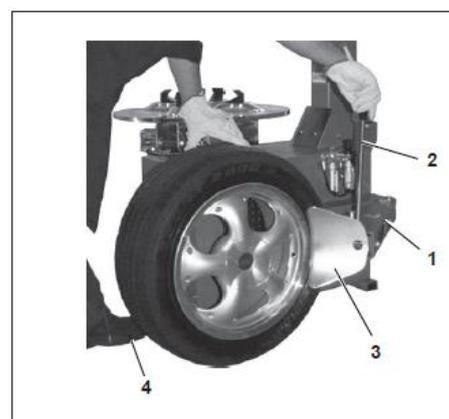

Рис. 10
1) Установите разбортируемое колесо к рычагу 1 с помощью рычага 2 (Рис.10). Прижмите колесо к резиновой опоре и «лопатой» 3 подведите к борту, около 1 см от обода.